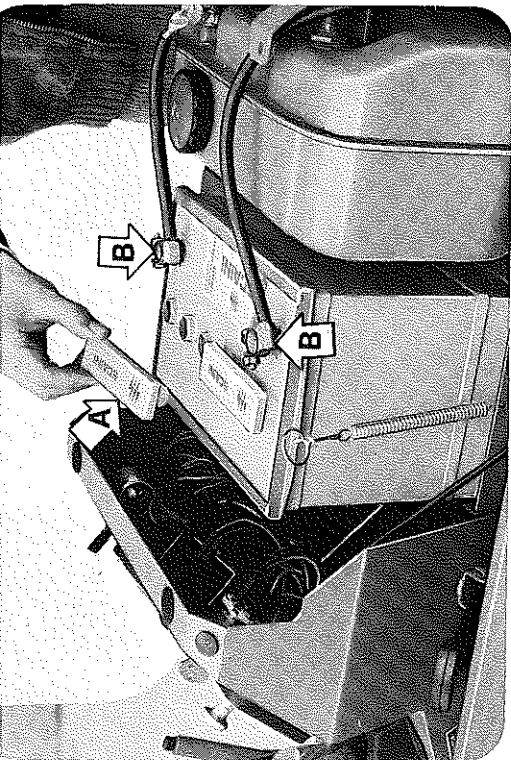

Fig. 17
- Contrôler en soulevant les bouchons A fig. 17 le niveau de l'électrolyte toutes les semaines. Si celui-ci est sous les plaques, remplir avec de l'eau distillée. Vérifier le serrage des bornes B et les protéger avec de la vaseline solide.
- Remove caps A (Fig. 17) and check the electrolyte level every week. If it's below the plates, top up with distilled water. Check B clamps tightening and protect them with solid vaseline.
- Jede Woche Elektrolytstand nach Abnehmen der Stopfen A Abb. 17 prüfen. Bei Flüssigkeitsniveau unter den Platten, destilliertes Wasser nachfüllen. Festigkeit der Klammern B prüfen und mit fester Vaseline schützen.